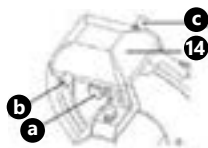

Fig. 4
- Estrarre la lama (14) e ruotarla di 180°.
- Riposizionare la lama (14) nell'apposita guida e serrare la vite di fissaggio (a).
- Tenere premuto il pulsante (b, fig. 4) per la mola grossolana sul retro della lama e lasciare azionato il dispositivo per circa 30-40 secondi in modo che sulla lama si formino delle bave.